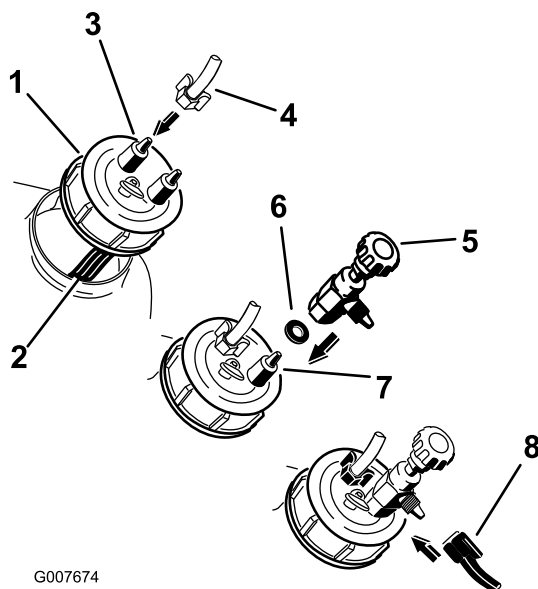

図 15
2. この黒いキャップに、92 cm のループバック・ホースとキャップ用制御バルブを取り付ける (図 15)。